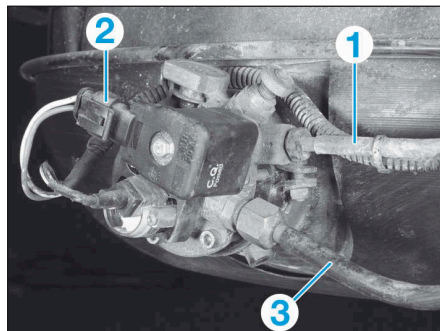

FIG.35
- Desserrer le raccord de la canalisation de remplissage du réservoir (flèche) sur la vanne multifonction (Fig.35).